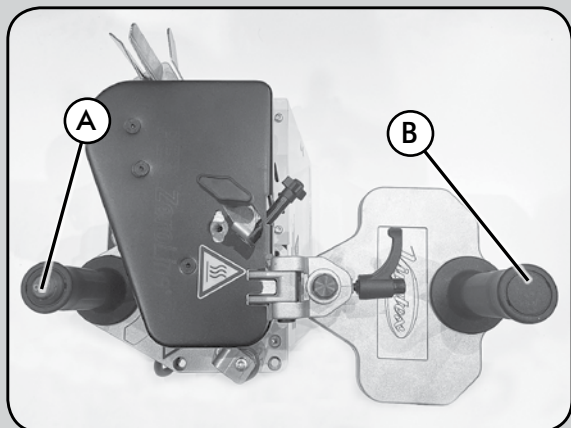

Fig. 5
- Compruebe que las dos empuñaduras A y B (Fig. 5) estén alineadas como se muestra.